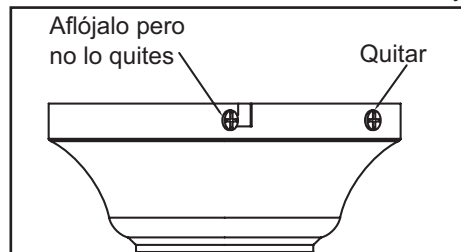

Figura 6
2. Retira la placa de montaje de la cubierta aflojando los cuatro tornillos de la parte superior de la misma. Quita los dos tornillos sin ranura y afloja los tornillos ranurados. Esto te permitirá retirar la placa de montaje (Figura 6).
- Retira la placa de montaje de la cubierta aflojando los cuatro tornillos de la parte superior de la misma. Quita los dos tornillos sin ranura y afloja los tornillos ranurados. Esto te permitirá retirar la placa de montaje (Figura 6).